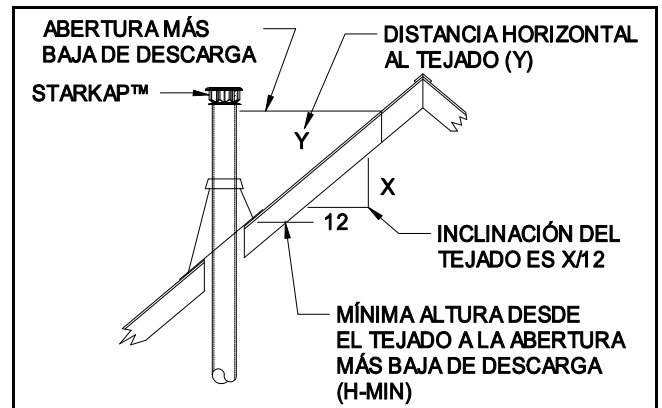

Figura 1
1. Instale y asegure el respiradero vertical, el respiradero de gas o la respiradero metálica según las instrucciones del fabricante o confirme al código Nacional sobre Gas Combustible, NFPA 54 o CSA-B149.1 el código nacional del edificio de Canadá y el código de la instalación para el equipo ardiente del gas o todo código local correspondiente. La terminación del respiradero vertical o de la respiradero metálica DEBE ser instalada de acuerdo con la gráfica de altura y la inclinación del tejado (Ver Figura 1 o Tabla 1 o consulte los requisitos de NFPA 54 o CSA-B149.1). Estas alturas mínimas se pueden usar si el respiradero vertical de gas está a menos de 8 pies de distancia de una pared vertical. Para otras instalaciones, la terminación no estará a menos e 2 pies encima del punto más alto en donde pasa el respiradero vertical a través del tejado, y por lo menos 2 pies más alto que cualquier porción de un edificio a 10 pies de distancia.